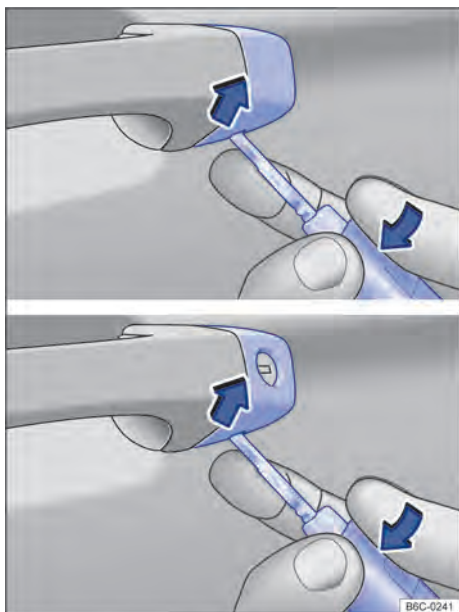

Fig. 55 Maçaneta da porta do condutor: remover a capa.
- Levantar a capa de cobertura com a chave do veículo no sentido da seta → Fig. 55.